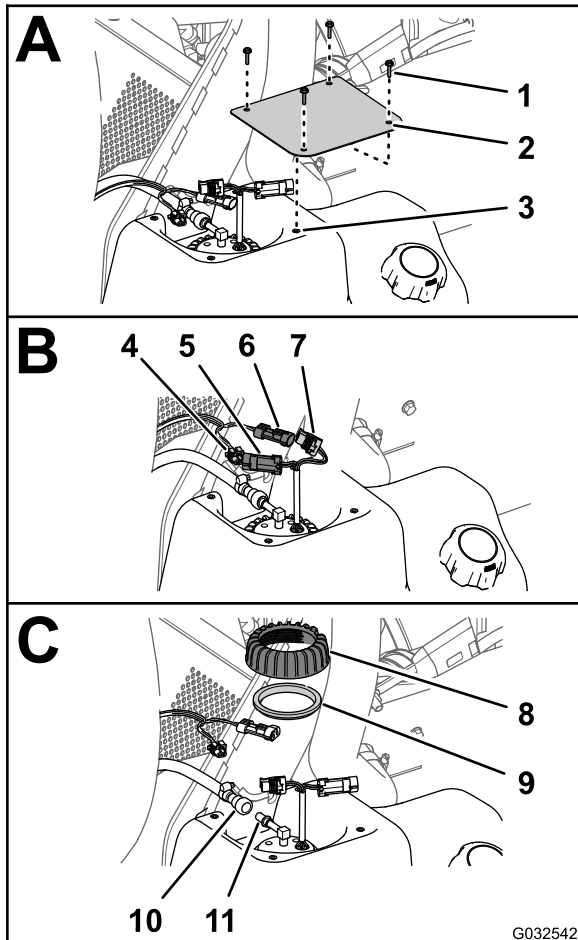

Figura 78
2. En el depósito de combustible, retire los 4 tornillos (Nº 10 x ¾") que sujetan la tapa a la parte superior del depósito de combustible, y retire la tapa (Figura 78).
3. Desconecte el conector hembra de 2 vías del arnés de cables de la máquina del conector de 2 pines de la bomba de combustible/sensor; desconecte el conector de 2 pines del arnés de cables de la máquina del conector hembra de 2 vías de la bomba de combustible/sensor (Figura 78).
4. Aleje el anillo de bloqueo del acoplamiento de la manguera de combustible del conector de la bomba de combustible/sensor y retire el acoplamiento y la manguera del conector (Figura 78).
5. Gire la tuerca de la bomba de combustible/sensor en sentido antihorario y retire la contratuerca y la junta (Figura 78).